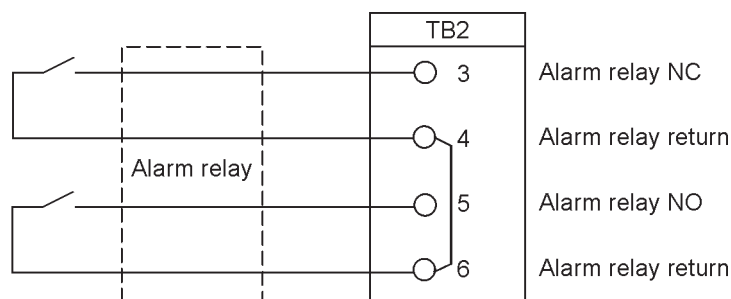
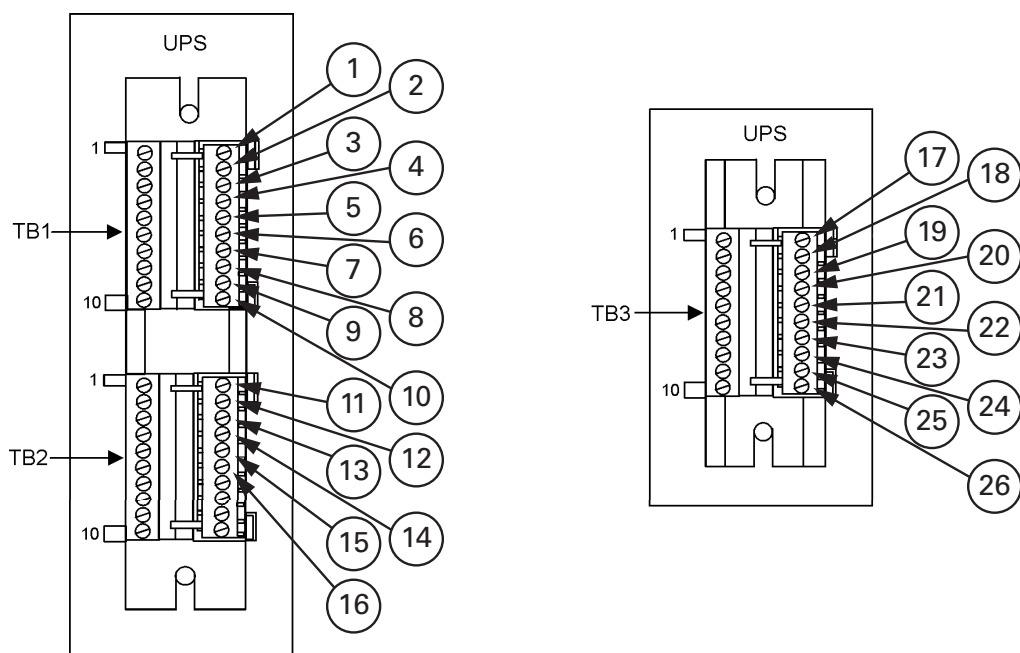

Рис. 4-7. Типовое подключение аварийного реле
Рис. 4-9. Назначение разъемов клеммных блоков TB1, TB2 и TB3
10. Расположение соответствующих клемм, а также требования по проводке и ее подключению см. на Разд. 3.2.3 на стр. 24, Табл. 4-1 на стр. 48, и с Рис. 4-7 по Рис. 4-9.
Для информации о подключении разъемов TB1, TB2 и TB3 см. Рис. 4-9, а для детали AA – Рис. .